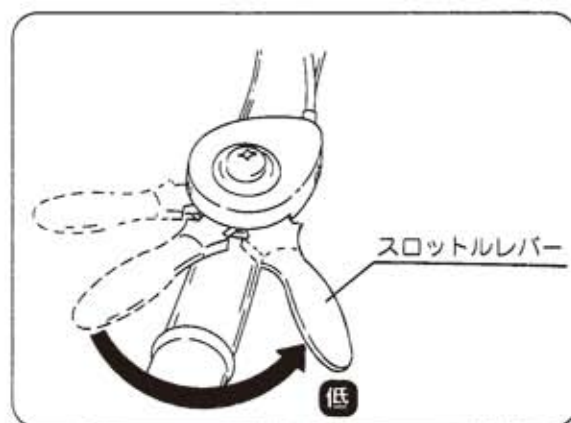

図16
- ② スロットルレバーを「低速」位置にもどします。(図16)